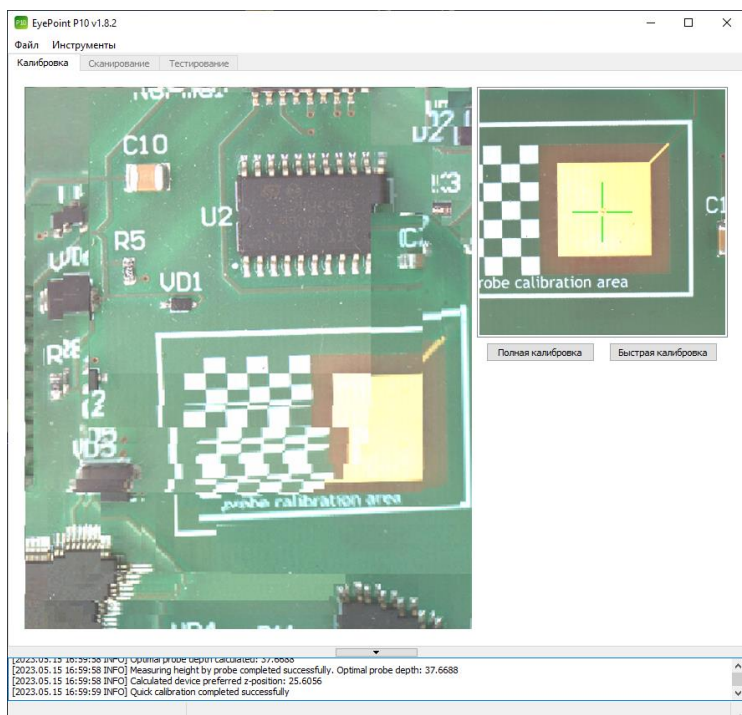

Рисунок 14. Внешний вид окна ПО EyePoint P10b при окончании быстрой калибровки.
5. Дождитесь окончания быстрой калибровки (может занять около минуты). В случае успешного завершения быстрой калибровки: в информационном блоке появится сообщение «Quick calibration completed successfully» (Рисунок 14).